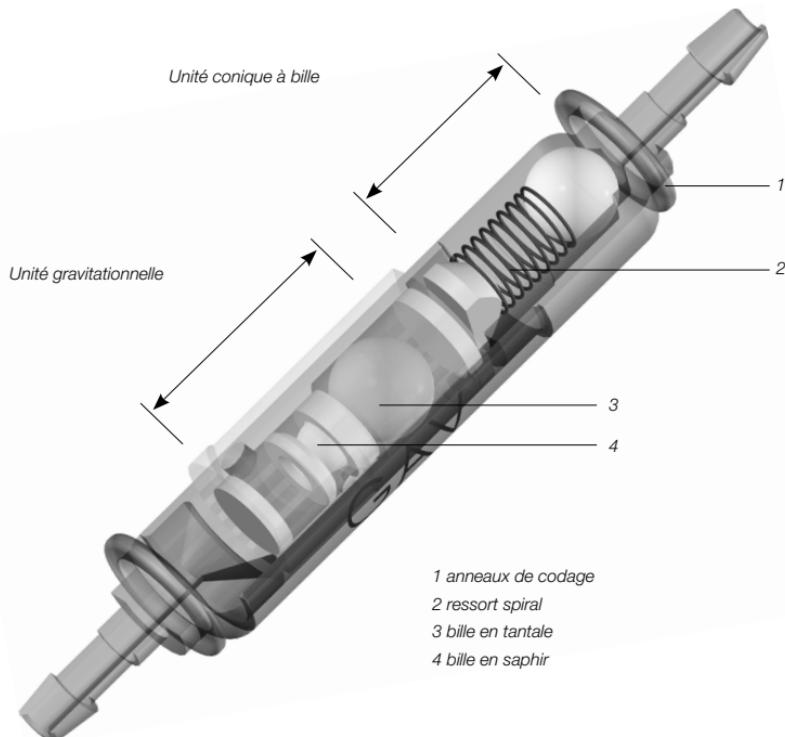

Fig. 1: présente un schéma en coupe de la valve GAV
La fig. 1 présente un schéma en coupe de la valve GAV. Elle est composée d'un boîtier robuste en titane, à l'extrémité proximale duquel est intégrée une unité conique à bille . Un ressort spiral (2) assure la pression d'ouverture de l'unité conique à bille. L'unité gravitationnelle dans la zone distale est constituée d'une bille en tantale (3), qui détermine la pression d'ouverture de cette unité, et d'une bille en saphir (4), qui garantit la précision de la fermeture. A l'extrémité distale de la valve est intégré au choix un connecteur ou un cathéter en silicium. Les anneaux de codage (1) permettent d'identifier les niveaux de pression sur le cliché radiographique.